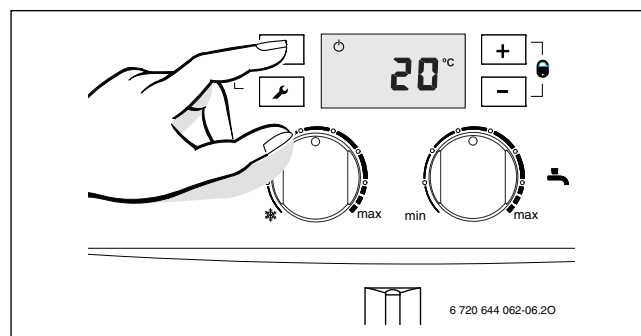

Fig. 21 Accendere l'apparecchio con il tasto **Stand-by**
- ▶ Accendere l'apparecchio con il tasto **Stand-by** (→ fig. 21).